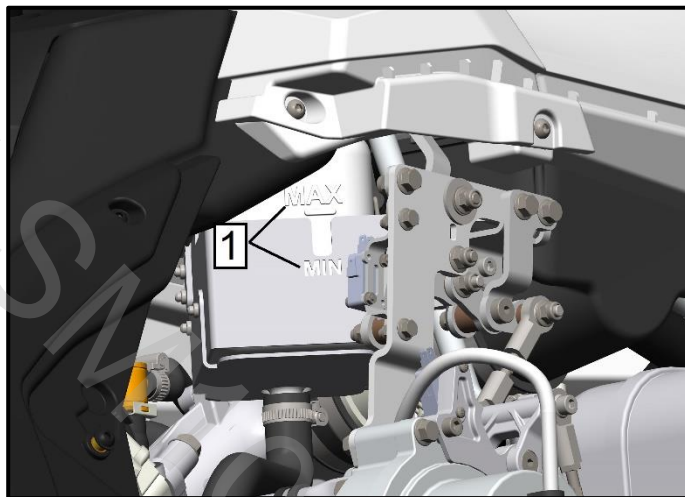

Рис. 1
2. Корректный уровень охлаждающей жидкости должен находиться между метками «MIN» и «MAX» на расширительном бачке (поз. 1, рис. 1).